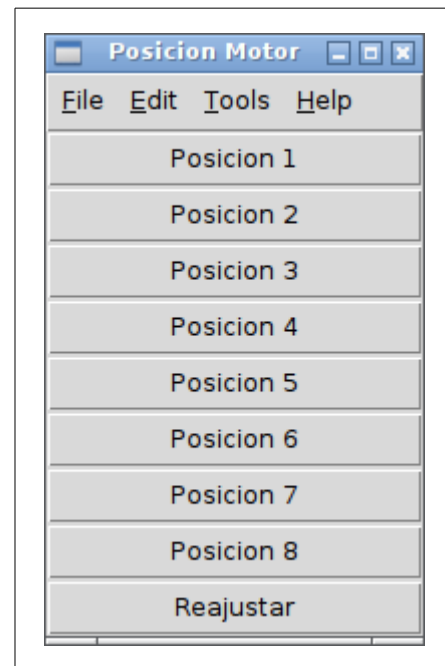

Figura 2. Interfaz gráfica motorGui
**MotorGui.** Interfaz gráfica donde seleccionamos la siguiente posición. Figura 2.